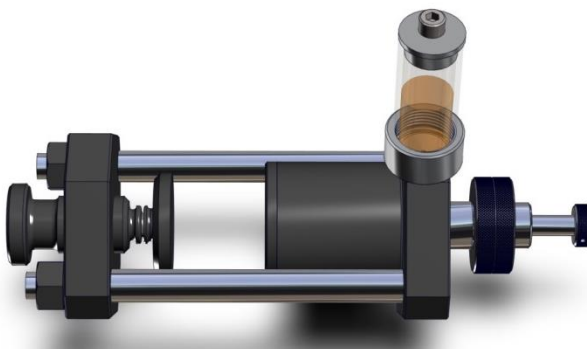

Figura 5.4.2
2. Sollevare delicatamente l'astina del comparatore dell'accessorio per la misura della deformazione a verde (Figura 5.4.1) e posizionare il provino di terra tra la base e il fondo del comparatore (vedi Figura 5.4.2). Abbassare delicatamente l'astina del comparatore fino a quando il fondo raggiunge la superficie superiore del provino di terra.
3. Ruotare la corona del comparatore allineando la tacca dello zero all'ago del comparatore (Figura 5.4.2).
8. Leggere la variazione di lunghezza del provino di terra direttamente sulla scala del quadrante (vedi Figura 5.4.2).